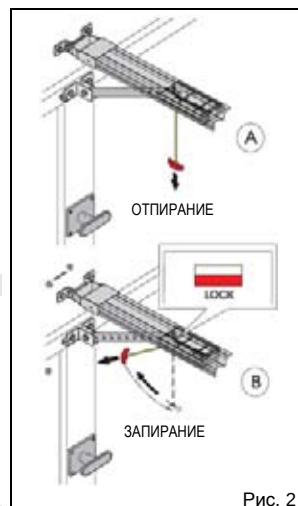

Рис. 2
- Задействовать механизм отпирания, потянув вниз за наконечник тросика (рис. 2, поз. А).
- Чтобы восстановить блокировку, следует потянуть за наконечник в направлении ворот, так чтобы тросик располагался горизонтально (рис. 2, поз. В). После отпускания тросика под кареткой должен появиться красный флажок "LOCK".